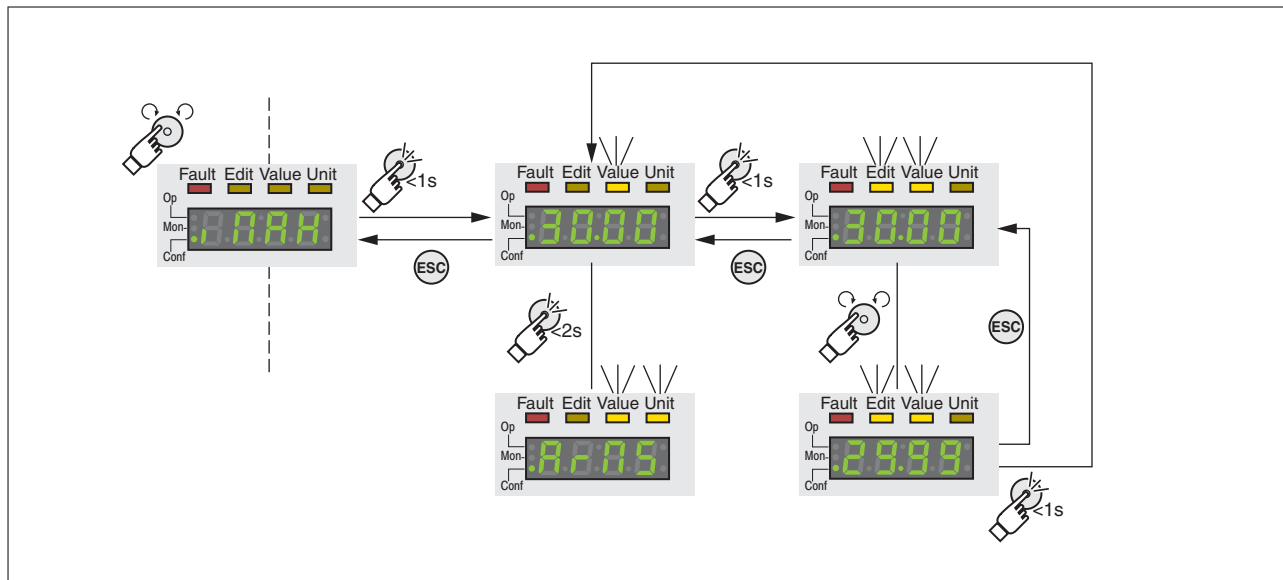

Ilustración 45: HMI integrada, ejemplo para ajuste de parámetros
- El parámetro i_{RM} (iMax) puede visualizarse en la indicación de 7 segmentos, véase Ilustración 45.